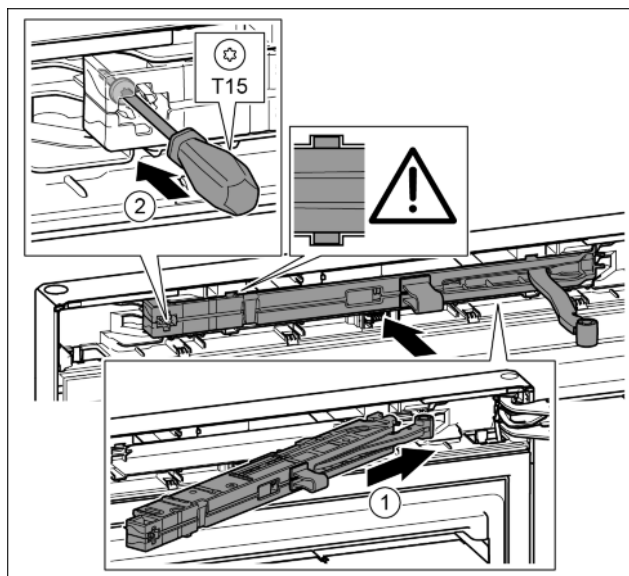

Fig. 21
- Вкарайте блока на затварящия демпфер от страната на лагерната стойка докрай под ъгъл в отвора. Fig. 21 (1)
- С отвертка T15 затегнете винта. Fig. 21 (2)